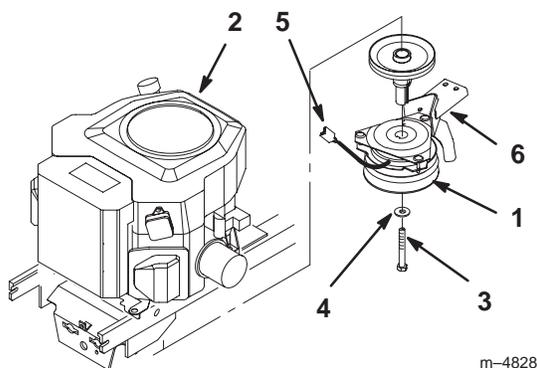
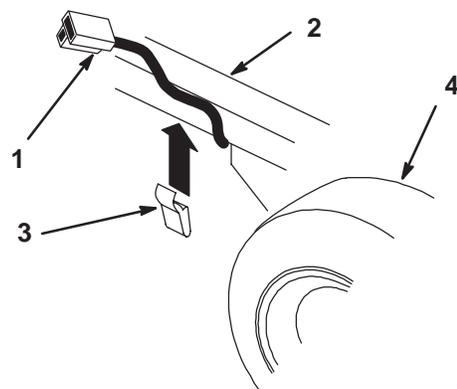

Figure 7
Figure 8
- Débrancher du faisceau de câbles de l'unité de traction la fiche du fil d'embrayage, et retirer le clip de fixation (Fig. 8). Retirer le boulon de fixation central et la rondelle, puis glisser l'embrayage à deux poulies hors de l'axe (Fig. 7).
12. Présenter l'embrayage en tournant le fil vers l'avant et la droite de l'unité de traction, et la pointe du triangle dans la butée supérieure capturée. Aligner la clavette de l'embrayage face à la rainure et glisser l'embrayage à une seule poulie sur l'axe (Fig. 7). Fixer à l'aide des pièces déposées précédemment, en utilisant de la colle de freinage sur les filets.
14. Attacher le clip de fixation et la fiche de l'embrayage au côté droit du châssis comme illustré à la Figure 8. S'assurer qu'il n'y a pas de mou dans le fil de connexion entre l'embrayage et le clip de fixation.
15. Enficher la fiche d'embrayage dans celle du faisceau de câbles de l'unité de traction (Fig. 7).